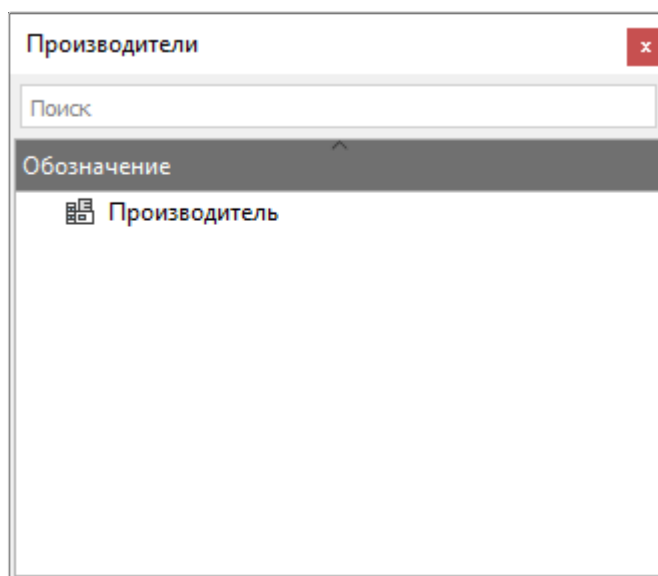

Рисунок 51. Плавающее окно «Производители»
- 3) Окно «Производители» отображает перечень производителей покупных комплектующих изделий (см. рисунок 51).